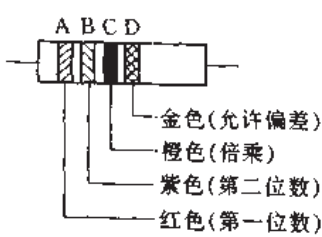
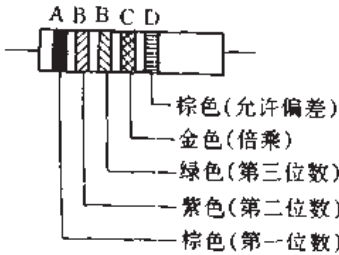

图 2.1.38 表示 $27000\Omega \pm 5\%$
图 2.1.39 表示 $17.5\Omega \pm 1\%$
④ 标称阻值及容许偏差的表示法如下。
c. 色标法。用色图和色点来表示电阻器的标称阻值及容许偏差，各种颜色表示的数值应符合表 2.1.28 的规定。如在电阻体的一端标以彩色环，电阻的色标是由左向右排列的。图 2.1.38 的电阻为 $27000\Omega \pm 5\%$ 。再如精密电阻器的色环标志用 5 个色环表示。第 1 至第 3 色环表示电阻的有效数字，第 4 色环表示倍乘数，第 5 色环表示容许偏差，图 2.1.39 的电阻为 $17.5\Omega \pm 1\%$ 。